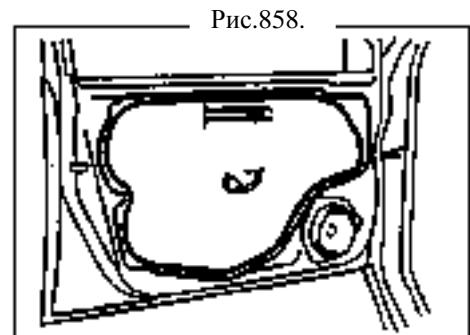

Рис.858.
- При установке крышки, вытащите тягу и разъем из отверстия (рис.858).